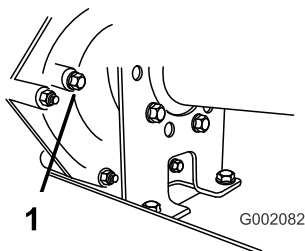

Bild 55
2. Nehmen Sie die Schraube aus dem Füllstand-Prüfloch heraus (Bild 55).